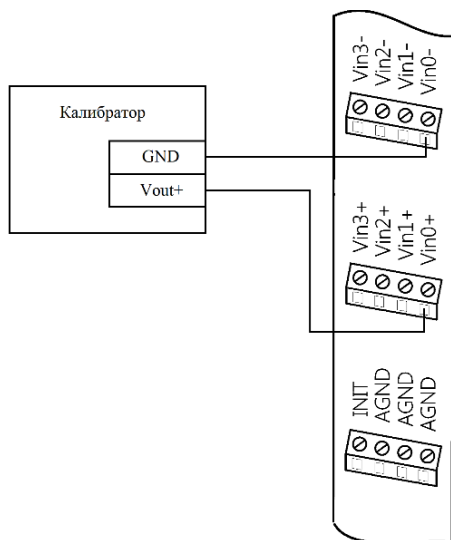

Рис. 4.5. Соединение приборов для юстировки термодатчика модуля NLS-8TIn
- подключить калибратор к входу преобразователя проводом минимальной длины в соответствии с рис. 4.5;